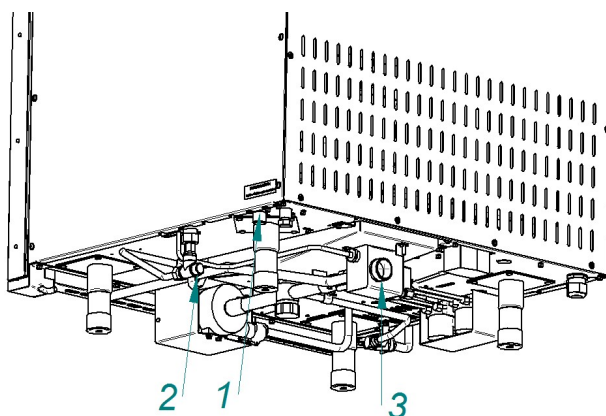

Рис. 4. Подключение к системе водоснабжения
• G3/4 (см. рис. 4 поз. 1 (наружная резьба)) – бойлер. Подключать только через водоумягчительную установку (водородно-ионного обмена). Рекомендуется установить BRITA PURITY C300 Quell ST. **ЗАПРЕЩАЕТСЯ** использование натриево-ионного водоумягчителя (при использовании данного типа водоумягчителей возможны забросы воды из бойлера в камеру).
• G1/2" (см. рис. 4 поз. 2 (наружная резьба)) – душевому устройству и охлаждение коробки слива. Допускается подключать к неподготовленной воде
- подключите пароконвектомат к системе канализации, используя шланг, входящий в комплект поставки - подключение через штуцер с резьбой G1 1/4" рис. 4 поз. 3.